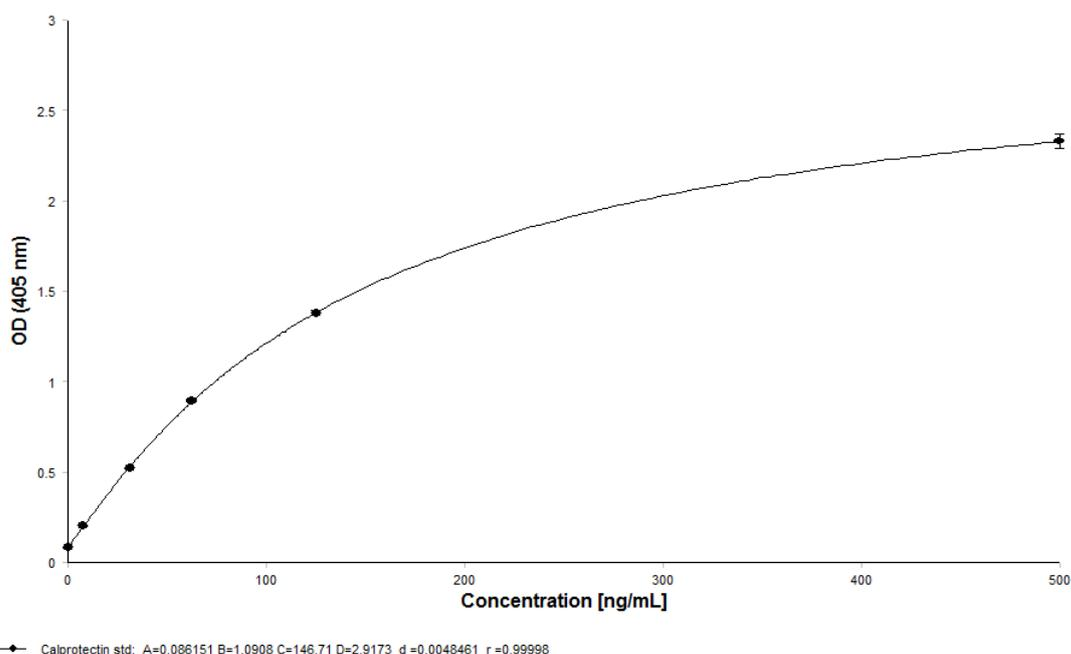

Figure 1: Courbe d'étalonnage de type polynomiale de degré 4.
- La DO du Standard F (500 ng/mL) doit être  $\geq 1.6$  et la DO du Standard A (0 ng/mL) doit être  $\leq 0.25$ . Un exemple de courbe standard est représenté (figure 1).
2. Tracer la courbe d'étalonnage en portant en abscisse (axe des X) la concentration (ng/mL) des standards et en ordonnée (axe des Y) la moyenne des DO correspondantes. Une courbe de type polynomiale de degré 4, ou de type 4PL est recommandée (voir figure 1 ci-après). Utiliser la valeur de 0.001 ng/mL pour le standard A (0 ng/mL) dans le cas où un axe logarithmique x est préconisé.